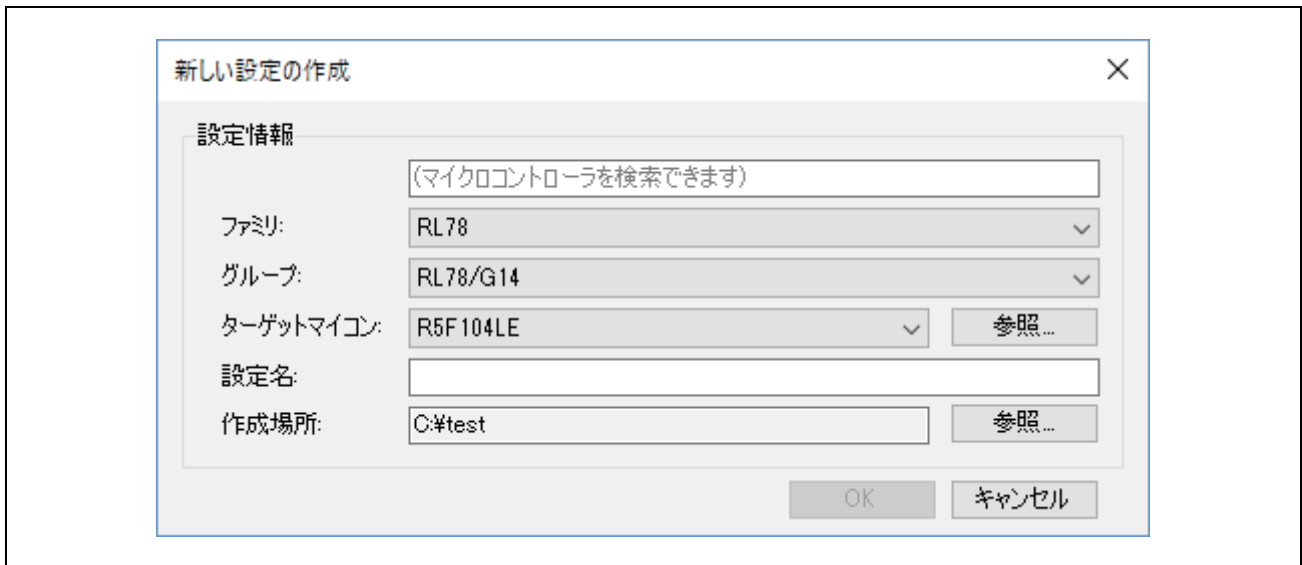

図 4.29 新しい設定の作成ダイアログボックス
2. 新規に設定ファイルを作成します。ファミリー、グループ、ターゲットデバイス、設定情報を **図 4.29** のように設定し、OK ボタンを押します。